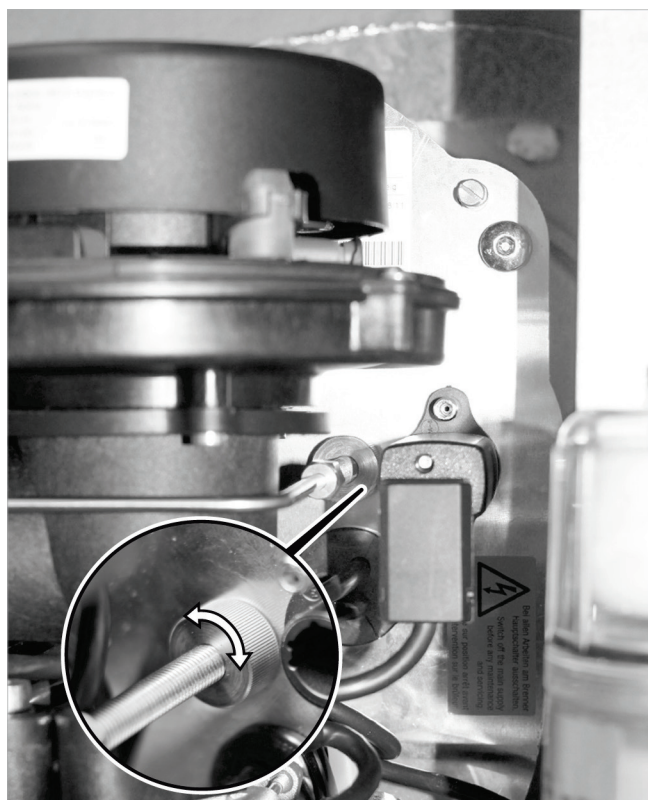

Fig. 120: Dado zigrinato (collegamento tubazione gasolio / supporto ugello)
5. Girare il dado zigrinato della porta ugello (vedere → Fig. 120, pag. 62) ca. 2 giri in senso antiorario (la porta ugello viene estratta "all'indietro").
1. Nel collegamento della tubazione del gasolio per la porta ugello c'è, prima della piastra base del bruciatore, un dado zigrinato (→ Fig. 120). In questo modo tutto il dispositivo di miscelazione completo può essere spostato in avanti o verso dietro. Il dado zigrinato può essere regolato fino ad un certo punto (battuta del dispositivo di miscelazione nel tubo focolare). Regolare il dado zigrinato in maniera tale che il dispositivo di miscelazione si trovi nella battuta.